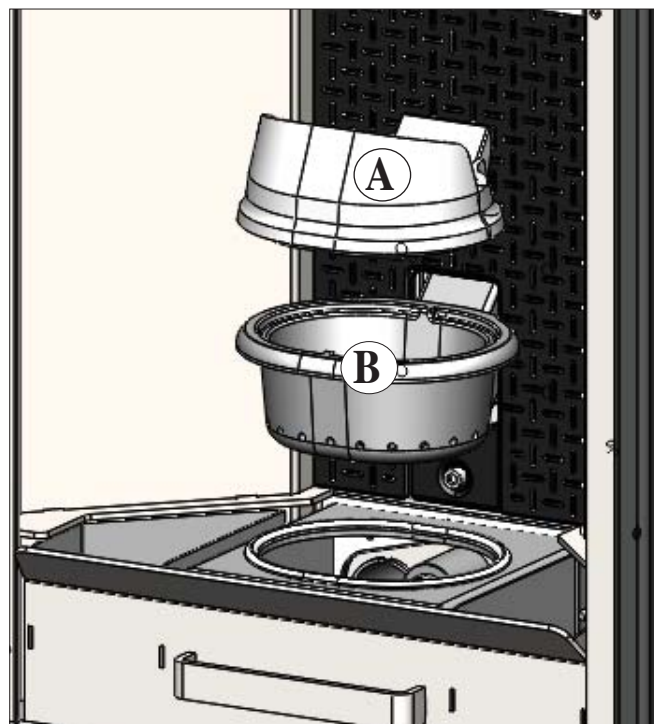
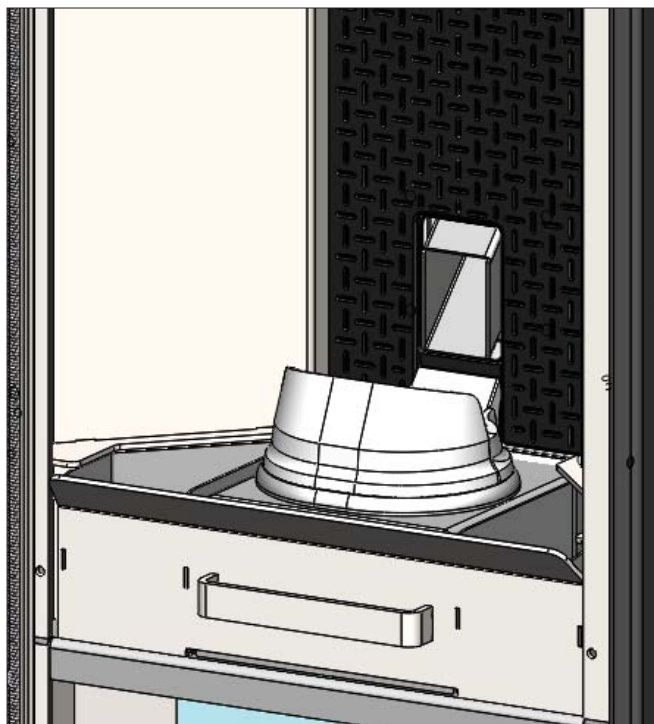

fig. 1
fig. 2
Après le nettoyage normal, il est PRIMORDIAL d'assembler correctement le creuset supérieur (A) (fig.1) avec le creuset inférieur (B) (fig. 1) afin de ne pas compromettre le fonctionnement du poêle. Puis, avant l'allumage du poêle, s'assurer que les creusets soient correctement assemblés comme l'indique la fig.2, sans la présence de cendres ou de substances non brûlées sur le périmètre d'appui.